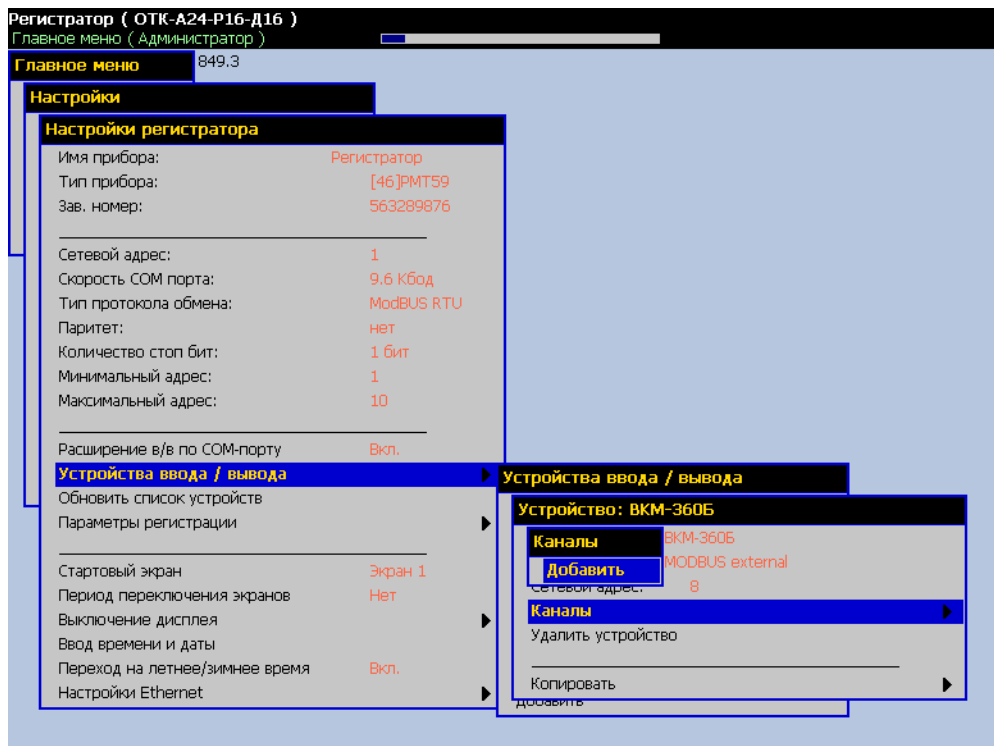

Рисунок 2 Добавление канала ВКМ-360
4. Выберите пункт «Каналы», действие «Добавить» (рисунок 2)